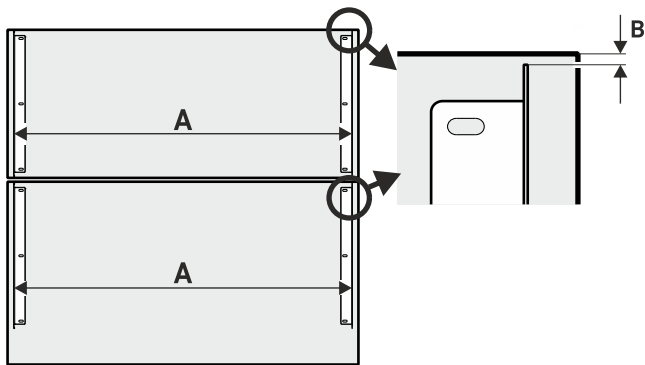

Fig. 37
- Montare la staffa di fissaggio tenendo conto della distanza Fig. 37 (A) e della distanza Fig. 37 (B).